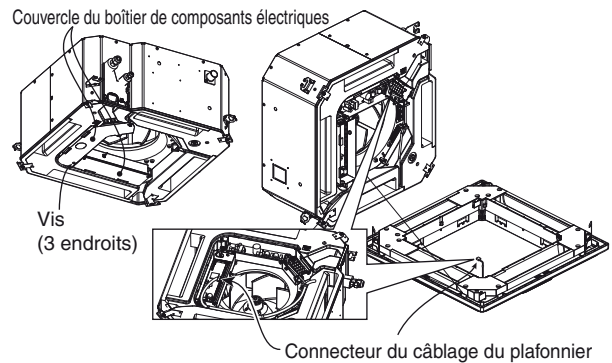

Fig. 7-11
- (1) Ouvrez le couvercle du boîtier de composants électriques.
- (2) Connectez le connecteur de câblage 7P (rouge) du plafonnier au connecteur situé dans le boîtier de composants électriques de l'unité. (Fig. 7-11)